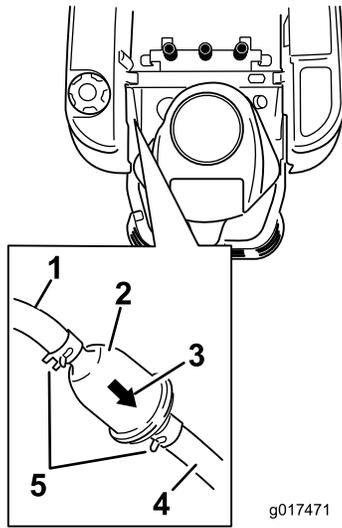

Figura 37
3. Localice el filtro de combustible en el lado izquierdo del motor, según se muestra en Figura 37.
4. Apriete los extremos de las abrazaderas y deslícelas por el tubo alejándolas del filtro (Figura 37).
6. Instale un filtro nuevo – la flecha que indica el sentido de flujo debe apuntar hacia el motor. Acerque las abrazaderas al filtro (Figura 37) para sujetarlo.